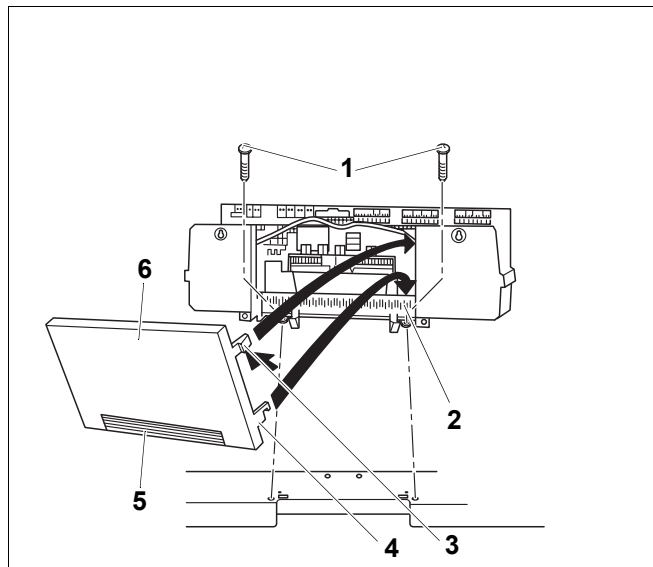

Fig. 15 Înșurubați sistemul de reglare Logamatic 4000
- Numai la sistemul de reglare Logamatic 4000: înlăturați peretele din spate (Fig. 15, pagina 33, **Poz. 6**).
Dacă aveți nevoie (Fig. 15, **Poz. 5**) puteți rupe sau decupa (Fig. 15, **Poz. 6**) elementul situat pe peretele din spate.
- Introduceți cele 2 cârlige (Fig. 15, **Poz. 4**) în stânga și în dreapta peretelui (Fig. 15, **Poz. 6**) și introduceți șlițul în cana superioară (Fig. 15, **Poz. 2**) a ramei.
- Cele 2 cârlige elastice (Fig. 15, **Poz. 3**) se apasă încet în interior (Fig. 15, **Poz. 6**) astfel încât să rămână prinse în perete.